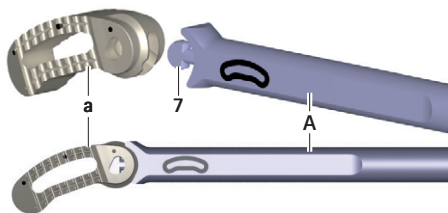

Fig. 7 Koppla fast implantatet i insättningsinstrumentet
- För in implantatet **a** i skyddsförpackningen mot nyckelgreppet **7** på insättningsinstrumentet **A**, se Fig. 7. Kontrollera implantatets riktning (ska vara vänt enligt texten på insättningsinstrumentet).
- Koppla fast insättningsinstrumentet **A** i implantatet **a** in situ, se Fig. 7.